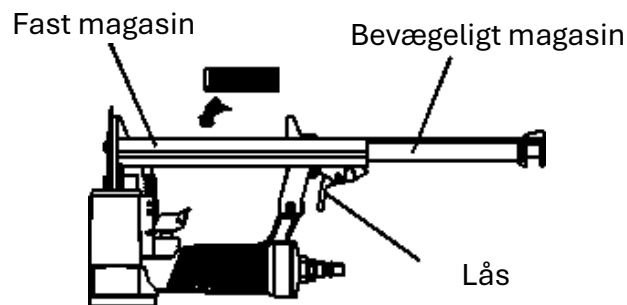

Fig. 2
5. Kontroller, om værktøjet skal smøres. Dryp om nødvendigt to dråber olie i tryklufftilslutningen, se fig. 2. Hvis du bruger en smøreenhed, skal du kontrollere, om du skal fylde olie på.